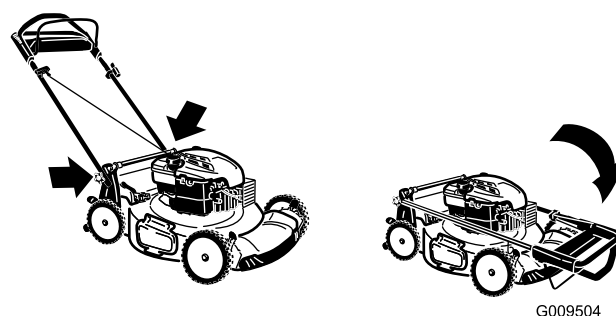

Рисунок 33
3. Поверните верхнюю рукоятку вперед, как показано на Рисунок 33.